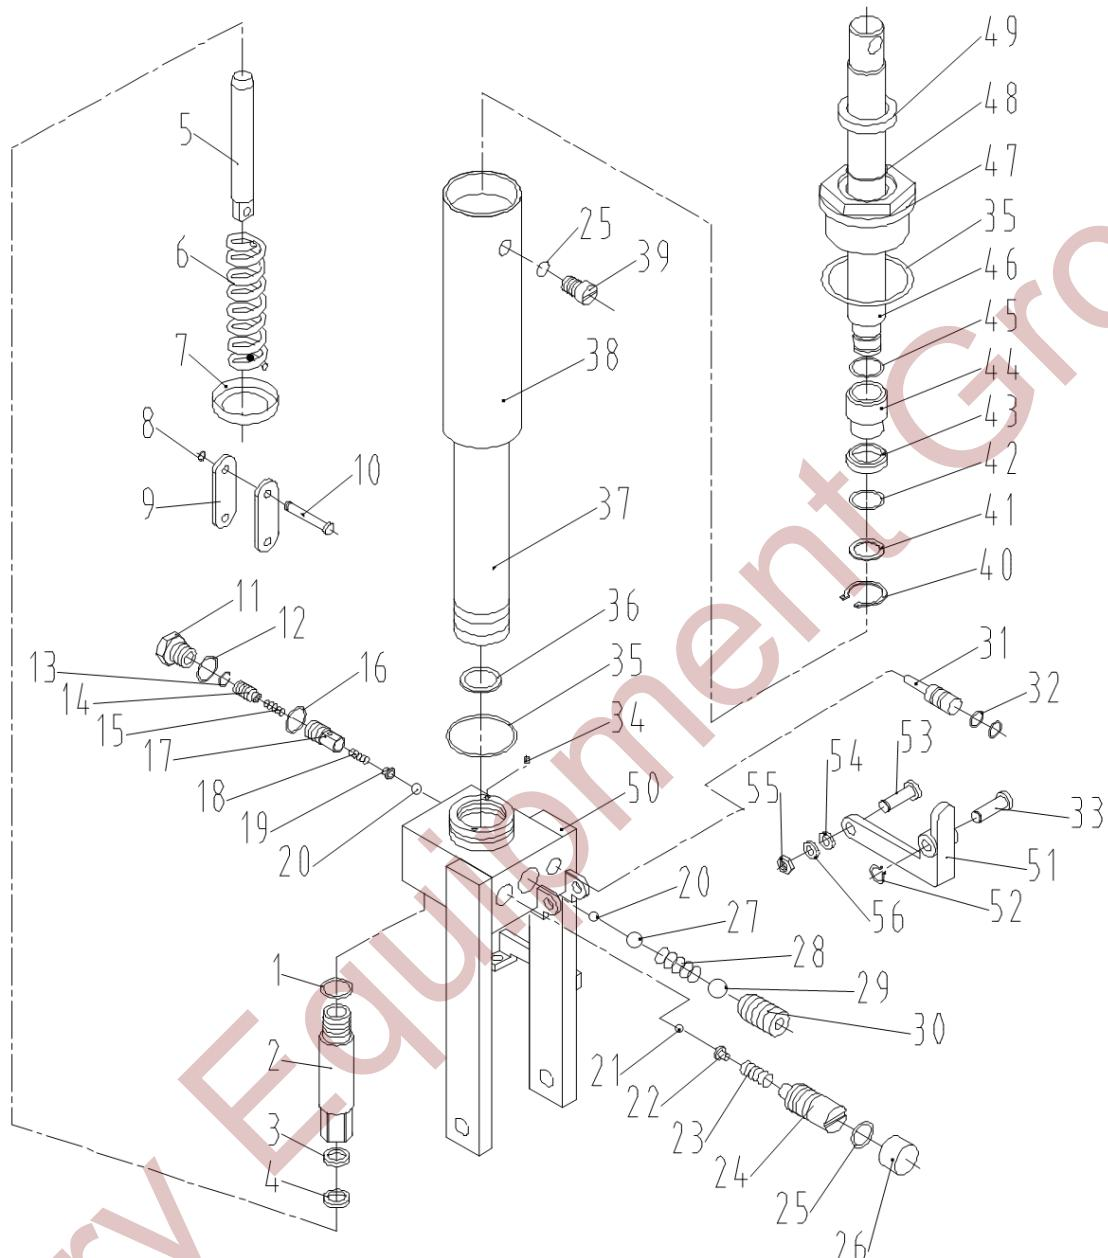

Figure 1
- Dévissez la vis d'étanchéité 11 # de la pompe (voir figure 1 en annexe) avec une clé ; Tirez le bouton vers le haut ; Dévissez la vis du bouchon d'huile 39 # et ajoutez de l'huile hydraulique ;
- 8. Les joints 1 , 3 , 4 , 16, 25, 26, 32, 35, 36, 42, 43, 45, 48 et 49 de la pompe (voir figure 1 en annexe)** sont en caoutchouc PU, dont l'entretien est prévu tous les deux ans. Remplacez les joints régulièrement pour éviter tout dommage et toute dégradation des performances du camion.